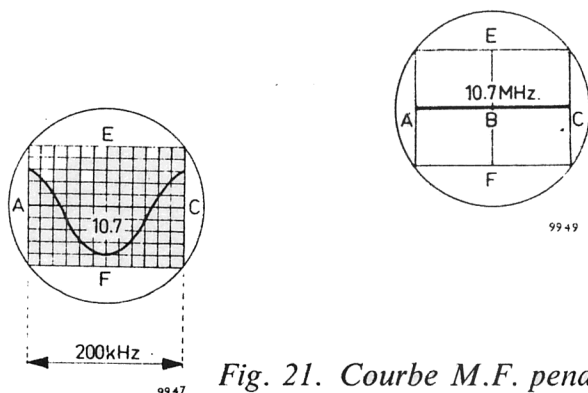

Fig. 20. Echelle de fréquence
3. Régler le générateur sur 10,7 MHz (gamme de fréquences 10–11,5 MHz). Amener le sélecteur FM à la position "INT.". Ajuster sur l'oscilloscope les boutons de centrage horizontal, de centrage vertical et d'amplification d'une manière telle que la ligne sur l'écran soit symétrique par rapport à l'axe médian vertical du cadrage, (donc sur la fig. 20,  $AB = BC$ ).
6. Dessouder le condensateur électrolytique du montage détecteur de rapport (C5, fig. 20).